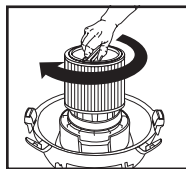

FIGURE 21
41. Maintenez le couvercle du réservoir d'une main, tournez la poignée du porte-filtre dans le sens horaire pour la serrer, en verrouillant ainsi le filtre en place. **FIGURE 21.**